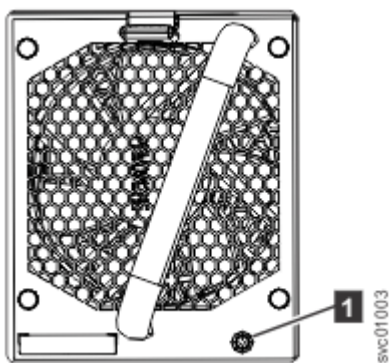

图 120. 风扇模块指示灯
1. 识别要更换的风扇模块。风扇模块前部的黄色指示灯（第 96 页的图 120 中的 **1**）点亮时，表示发生故障。